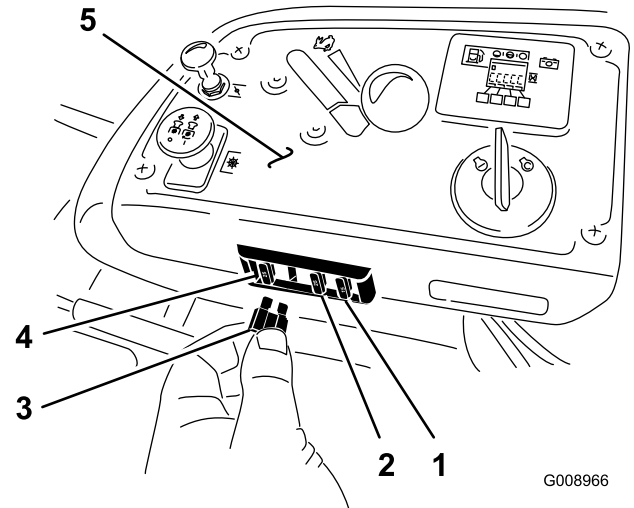

Bild 55
1. Die Sicherungen befinden Sie rechts am Armaturenbrett neben dem Sitz (Bild 55).
3. Setzen Sie eine neue Sicherung ein (Bild 55).